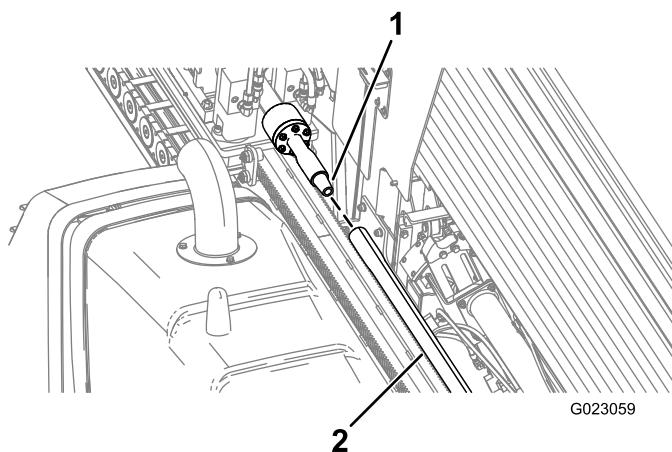

Рисунок 87
- Поверните буровой шпиндель по часовой стрелке и медленно переместите каретку вперед, чтобы вставить шпиндель в конец трубы с внутренней резьбой (Рисунок 87).
вставить шпиндель в конец трубы с внутренней резьбой (Рисунок 87).